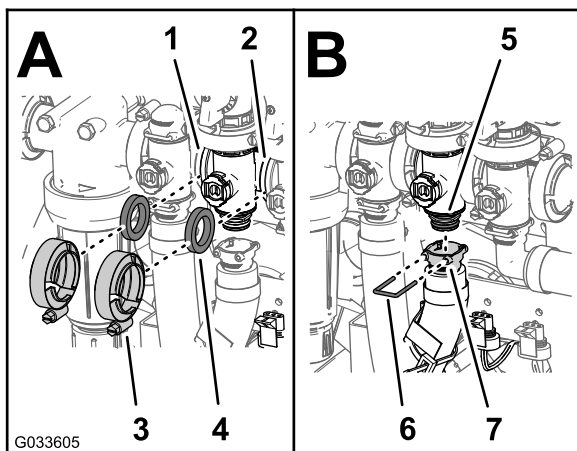

Figure 128
2. Montez la vanne de dérivation d'agitation, le joint et le collecteur de la vanne d'agitation avec un collier serré à la main (Figure 128).